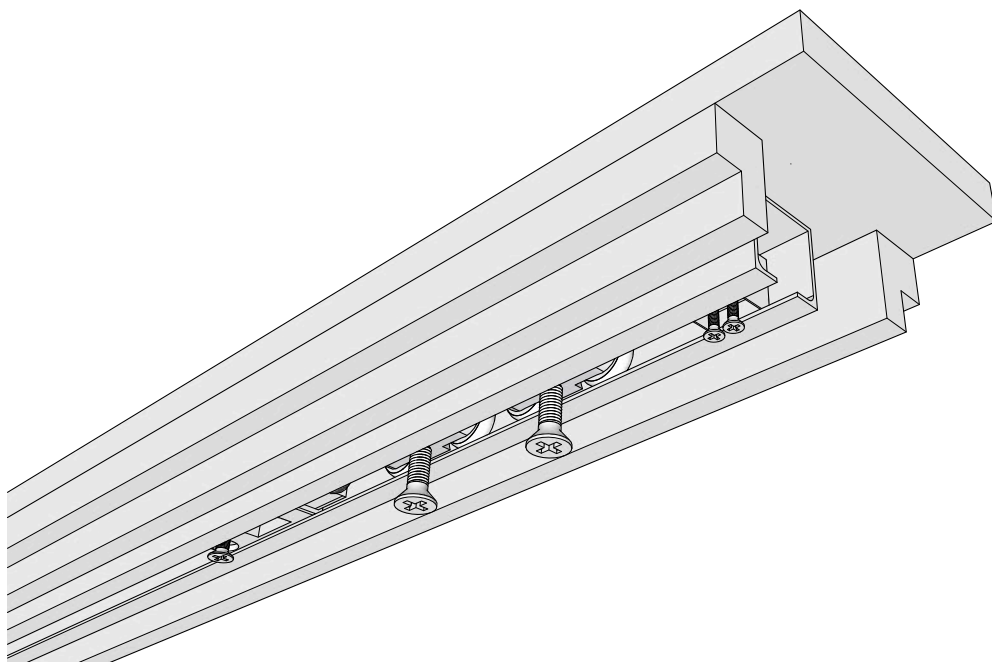

Рисунок 6
2.2. Зажать винты толкателя (Рис. 6).